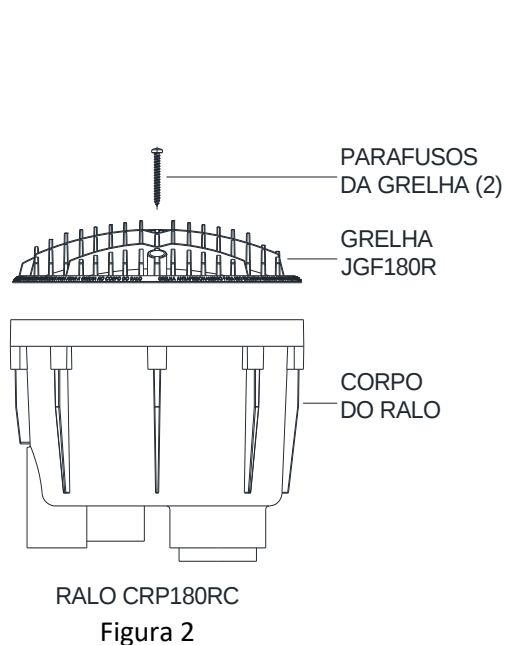

Figura 2
CRP180RC – para piscinas de concreto, composto pela grelha JGF180R fixa a um corpo por dois parafusos de aço inox (figura 2).
3.1. PISCINAS DE CONCRETO – RALO CRP180RC – FIGURA 2
O produto tem a composição mostrada na figura 2.